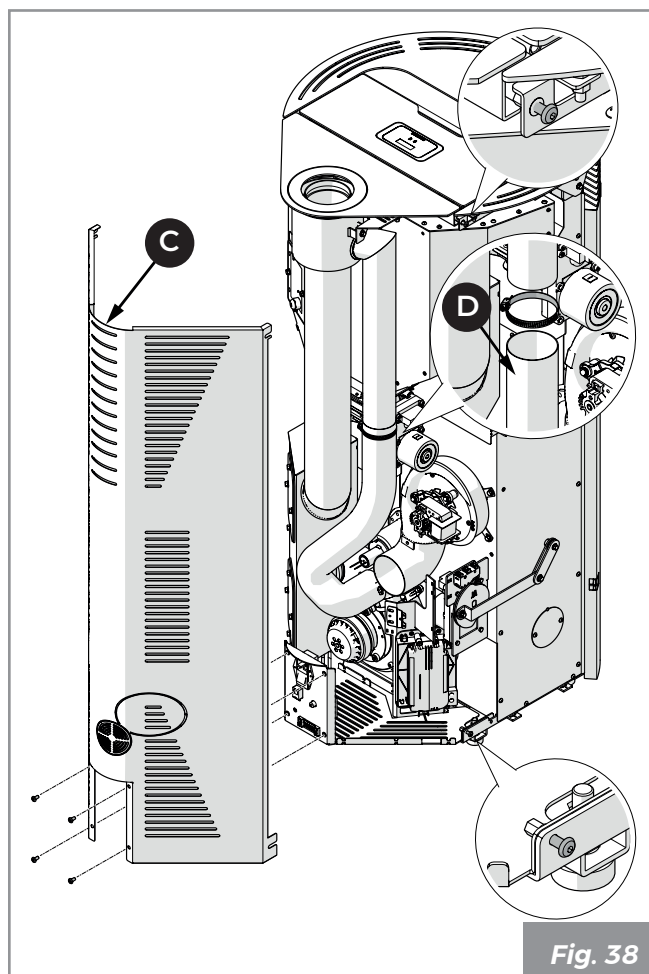

Fig. 38
- Démontez le panneau arrière du poêle **(C)** (**Fig. 38**).
- Débrancher le tuyau flexible **(D)** de l'air comburant sur la partie supérieure (**Fig. 38**).